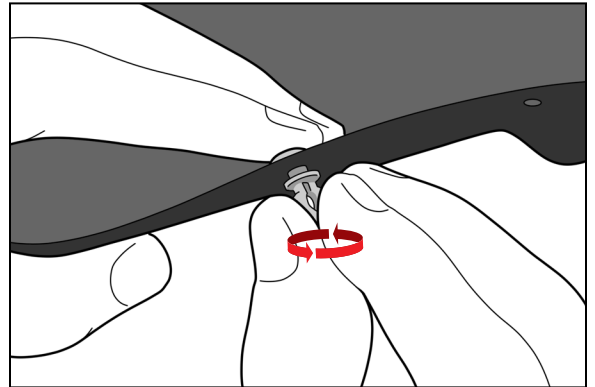

图 4
1. 在螺钉的凸出尖端上将 (1) BoS 销钉 2.1 拧数圈。(图 4)。